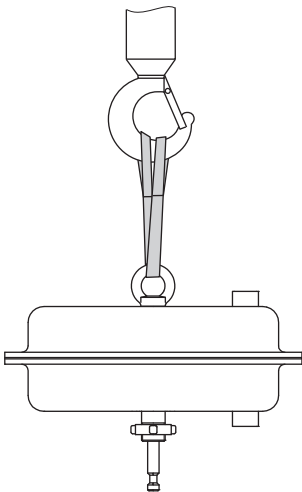

Fig. 4: Pikat e ngritjes në aktuator
1. Lidhni një rrip në vrimën ngritëse të aktuatorit dhe në pajisjen ngritëse (p.sh. çengeli) të vinçit ose pirunit (shiko Fig. 4).
- Rekomandojmë të përdorni një çengel me shul sigurie (shiko Fig. 4). Shuli i sigurisë nuk lejon që rripat të rrëshqasin ngjatë ngritjes dhe transportit.